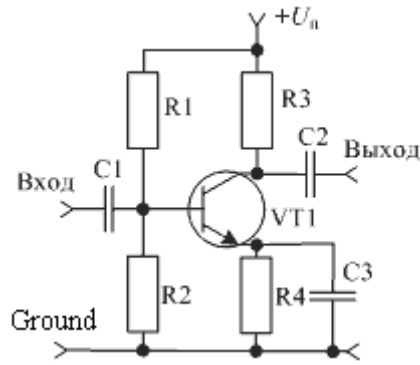

Рис. 4 Принципиальная схема усилителя переменного тока с ОЭ
**Задача №4.** Разработать *EXPRESS*-модель схемы усилителя с общим эмиттером (ОЭ) (рис. 4). Номиналы компонентов усилителя для различных вариантов указаны в Таблице 4.